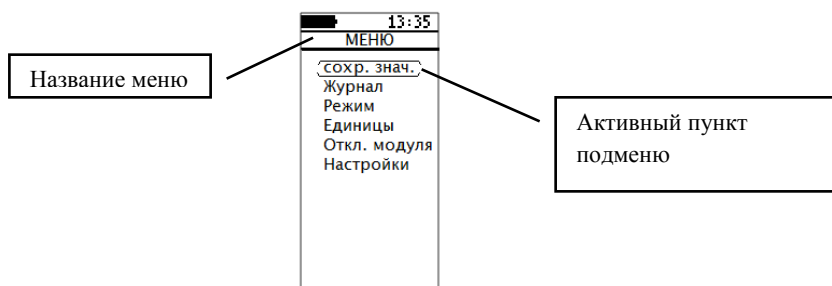

Рис. 13 Меню Сигнализатора
4.1.2 Меню представлено на рис. 13, где активный пункт меню выделяется фигурными скобками «».